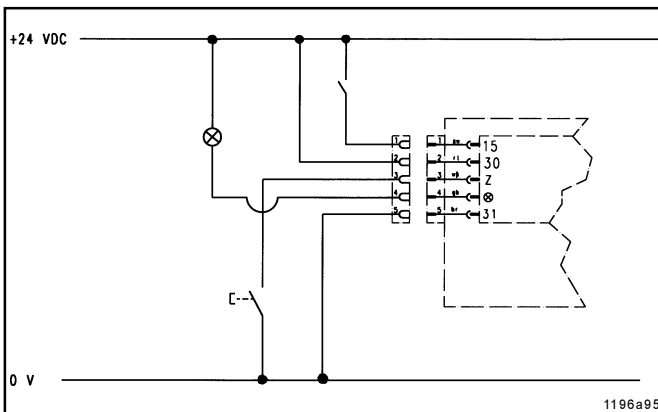

Abb. 3 - Versorgungsspannung und Maschinenkontakt
- Jumper 30/15 ist entfernt. Die Steuerplatine ist an Versorgungsspannung (+ und -) oder Batteriespannung (KI. 30 und 31) anzuschließen, siehe Abb. 3.